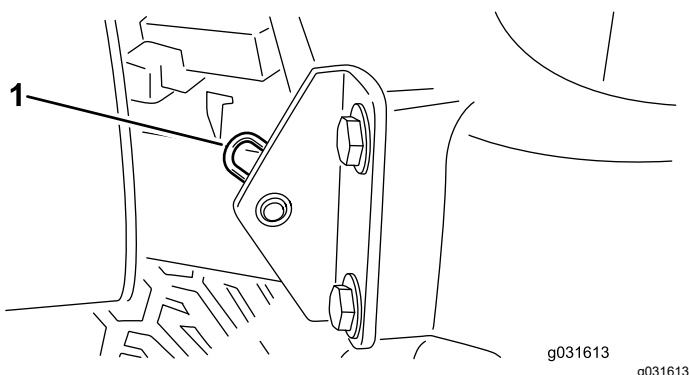

Figura 38
2. Togliete la coppiglia che fissa il perno del cofano alle staffe di montaggio (Figura 38).